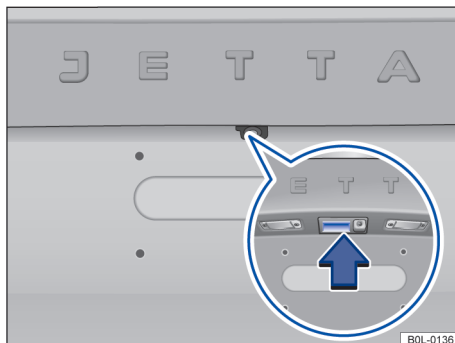

图 51 从车外打开尾门
- 按一下车辆钥匙上的按钮 解锁尾门或完全解锁车辆后，通过按压按钮 → 图 51（箭头）打开尾门；
- 或：按住车辆钥匙上的 按钮，直至尾门自动打开数毫米，通过按压按钮 → 图 51（箭头）打开尾门；